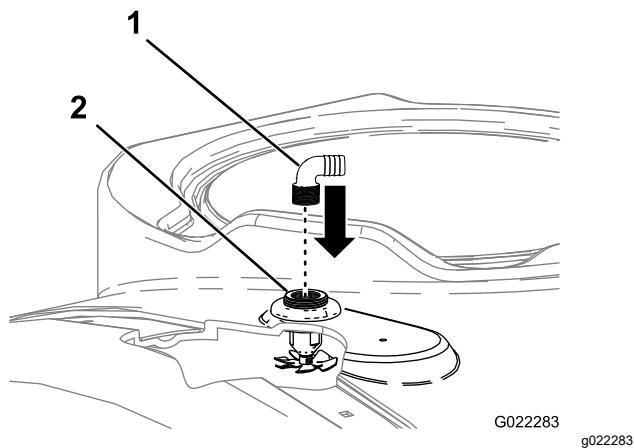

図 6
- すすぎノズル・バルクヘッドの、ねじ切りされている開口部にすすぎノズル・ホースバーブ2個を取り付ける図6。